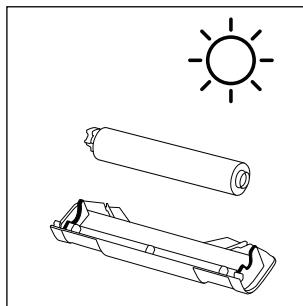

Fig. 37
- ◆ Deje que el rodillo de cepillos ⑥ y la protección antisalpicaduras ⑦ se sequen completamente antes de volver a montarlos en el aparato (consulte la fig. 37).